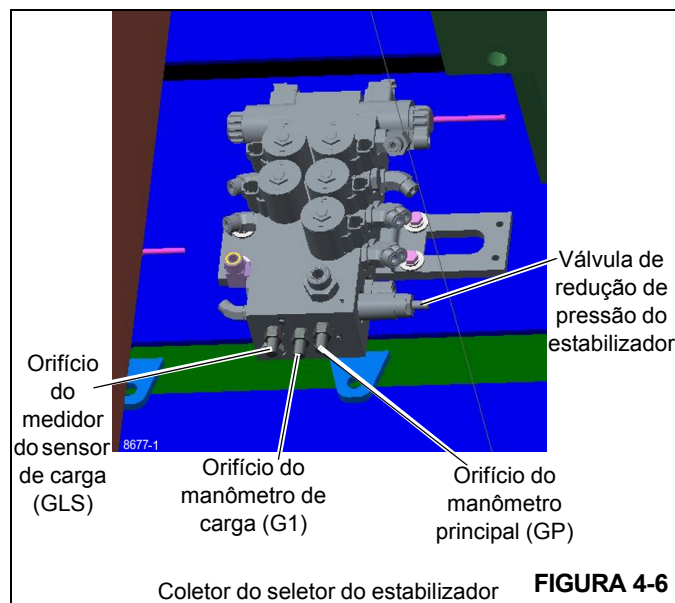

FIGURA 4-6
1. Com o motor desligado, instale o diagnóstico de verificação de pressão de desconexão rápida (Parker PD240) com medidor no bico de teste no orifício GP do coletor do seletor do estabilizador (consulte a Figura 4-6).
1. Instale o diagnóstico de verificação de pressão de desconexão rápida (Parker PD240) com medidor no bico de teste no orifício GLS do sensor de carga (consulte a Figura 4-6) localizado na parte frontal do coletor do estabilizador.
1. Instale o diagnóstico de verificação de pressão de desconexão rápida (Parker PD240) com medidor no manômetro do estabilizador no orifício G1 (consulte a Figura 4-6).
3. Se a leitura de pressão estiver incorreta. Solte a contraporca na válvula de redução de pressão do estabilizador (consulte a Figura 4-6) na parte dianteira da máquina, na solda da caixa do estabilizador dianteiro.
1. Com o motor desligado, instale o diagnóstico de verificação da pressão de desconexão rápida (Parker PD240) com medidor no bico de teste no orifício GLS (consulte a Figura 4-6); desconecte as mangueiras hidráulicas do motor de giro ou da válvula de controle principal. Tampe os adaptadores e tampe as mangueiras com bujão.